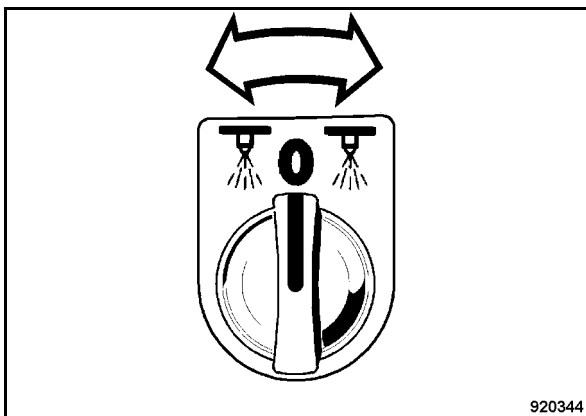

Fig. 98
- Girare l'interruttore rotante Irrorazione (Fig. 98) a sinistra o a destra.